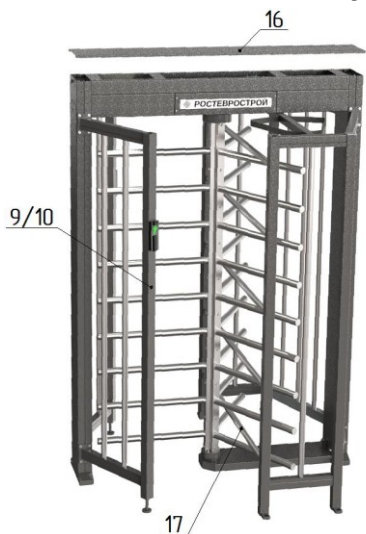

Рис. 6
5. *Окончательная сборка (рис.6):*
- установите на место крышку **16** (выполнить после подключения турникета и проведения режима калибровки) и закрепите винтами М4 (рис.6)